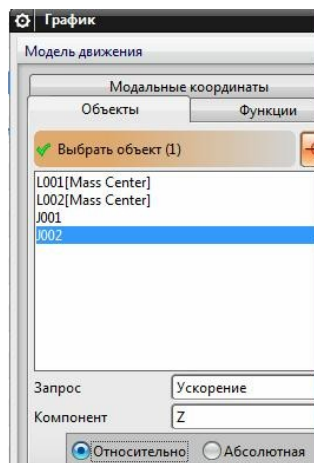
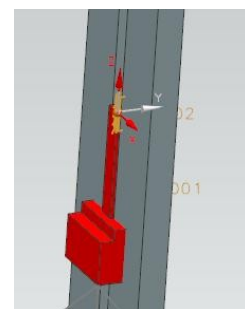
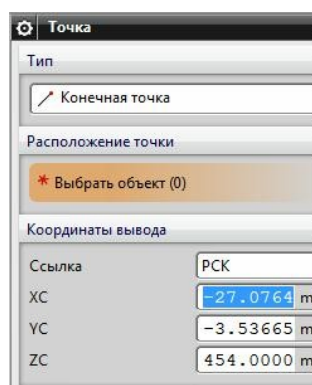

Рис.15
рис.17
рис.19
•При построении графиков, в том же диалоговом окне (рис.15), кроме графиков для *центров тяжести* отдельных деталей, система предлагает построить графики и для *кинематических связей*! В частности, если вы захотите построить график для кинематической связи J002 (Ползун, рис.15), то это будет график перемещения, скорости или ускорения **точки** начала *локальной СК* этого Ползуна! На рис. 17 эта точка (начала *локальной СК* Ползуна) помечена разноцветными стрелочками. В своё время мы определили эту точку, когда задавали точку привязки кинематической связи типа *Ползун*.
•В этом случае, при построении графика какой-либо кинематической связи, система уже предлагает выбор: относительно какой СК – *относительной* или *абсолютной* выполнить построение? (рис.15).
Как уже говорилось, начало *локальной СК* связи *Ползун* показано на рис. 17. Так вот, координаты этой точки по оси Z в исходном состоянии действительно – 454 мм (рис.19).